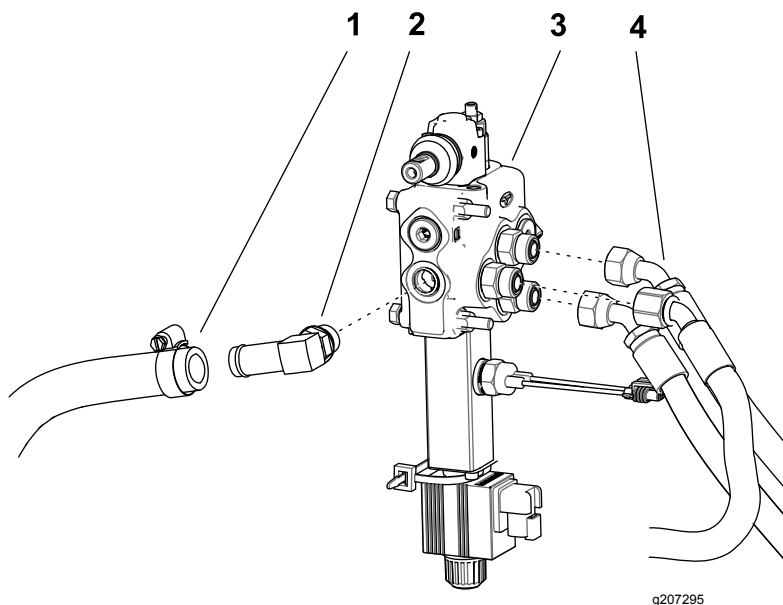

Рисунок 16
5. Вставьте угловой штуцер в отверстие на задней части вспомогательного клапана (Рисунок 16).
7. Удалите заглушку из возвратного шланга и подсоедините его к угловому штуцеру с помощью шлангового хомута (Рисунок 16).